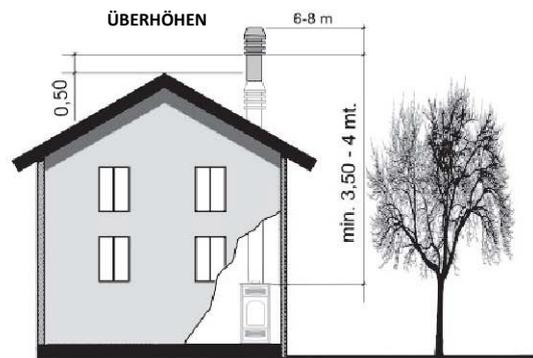

Abb.4
- Der Schornstein muss so positioniert werden, dass eine angemessene Dispersion und Verdünnung der Verbrennungsprodukte außerhalb der Rückflusszone gewährleistet wird. Diese Zone hat verschiedene Abmessungen und Formen, je nach Abdeckungsneigung, für die die in Abb. 4 und Abb. 5 angegebenen Mindesthöhen an zu wenden sind.
- Der Schornstein muss vom Typ Gegenwind sein und die Höhe des Firstes Abb. 4 und Abb. 5 überragen.
- Eventuelle Anbauten oder andere Hindernisse, die die Schornstein höhe überragen, dürfen sich nicht dicht am Schornstein selbst befinden (Abb.4).